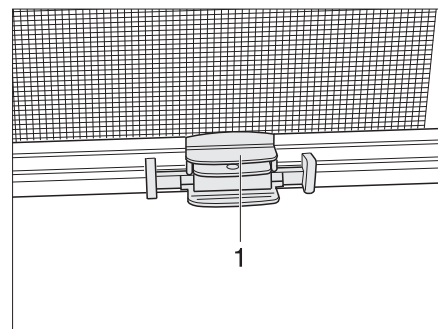

Bild 56 Rollo
- Abschluss-Stab (Bild 56,1) des Insektenschutzrollos in der Mitte greifen und zum Abschluss-Stab des Verdunklungsrollos führen.
- Abschluss-Stab (Bild 56,1) des Insektenschutzrollos halten und Rastklinge betätigen.